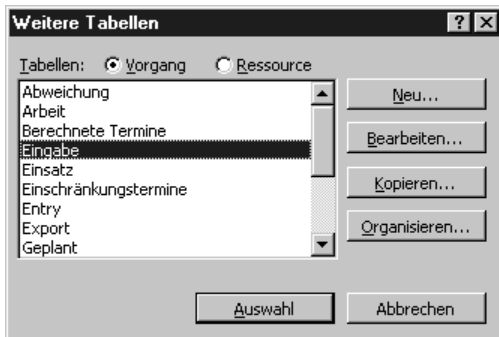

Abbildung 18.1:
1. Wählen Sie ANSICHT, TABELLE, WEITERE TABELLEN. Das Dialogfeld WEITERE TABELLEN wird angezeigt (siehe Abbildung 18.1).